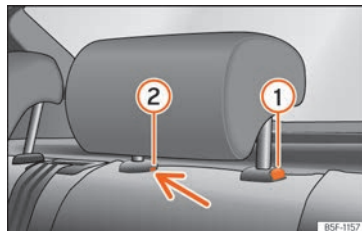

Abb. 69 Kopfstütze hinten: Ausbau.
- Drücken Sie die Taste »» (Abb. 69) ① sowie gleichzeitig mit einem Schlitzschraubendreher (Breite max. 5 mm) in die Öffnung der Verriegelung ② und ziehen Sie die Kopfstütze heraus.